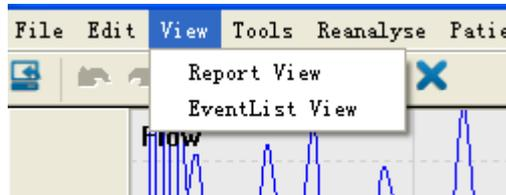
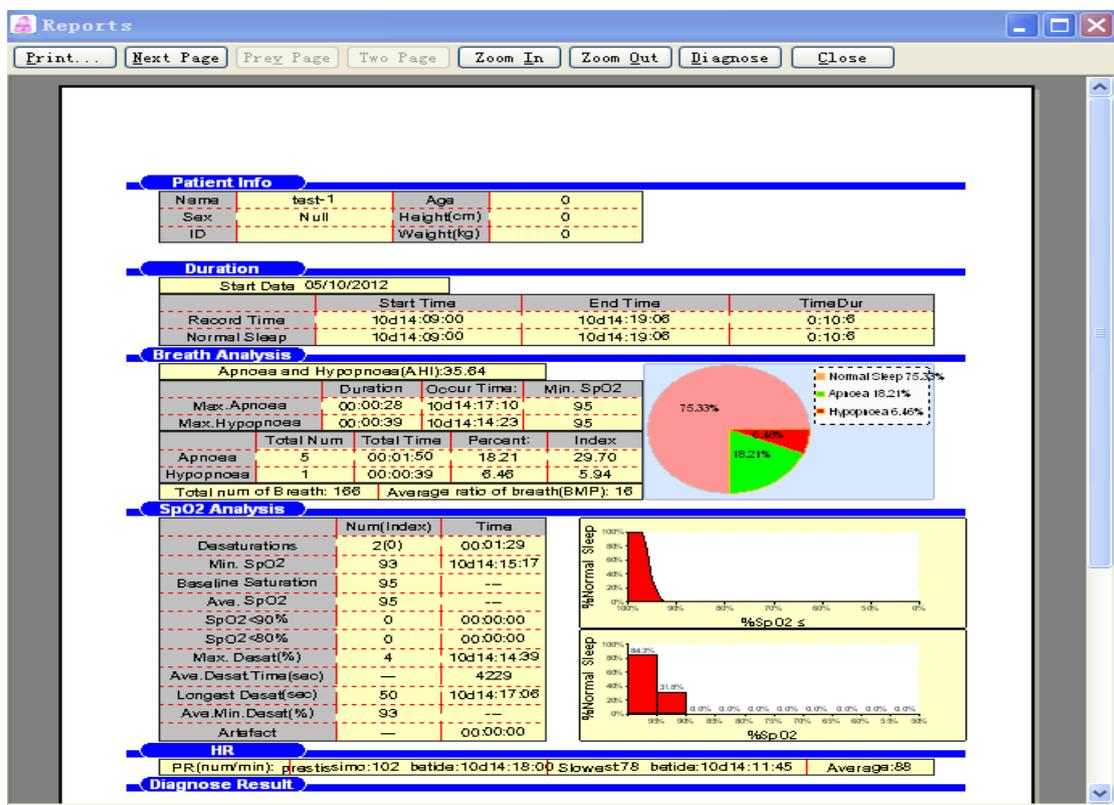

Figura 5-4-3
Figura 5-4-4
3. Vi sono due opzioni nel menu "Visualizza", "Visualizza Report" e "Visualizza Lista eventi" (Figura 5-4-3). "Visualizza Report" è utilizzato per stampare i referti, cliccando su questa opzione, si apre l'anteprima di stampa come in Figura 5-4-4: cliccare sul tasto "Stampa" per stampare il referto.